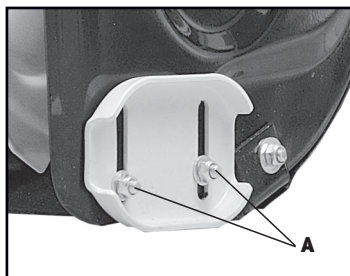

Рис. 15
- Для регулировки направляющих лыж ослабьте четыре фланцевые гайки (по две с каждой стороны) и болты (рис.15, А).